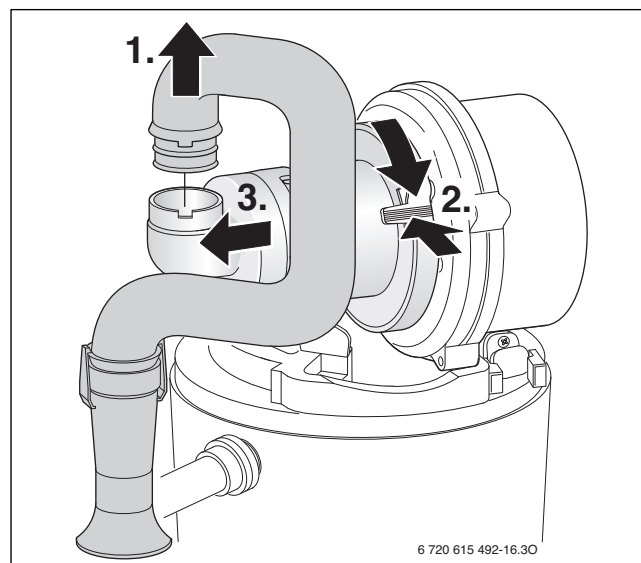

Fig. 46
- ▶ Démontez le mélangeur selon la fig. 46.